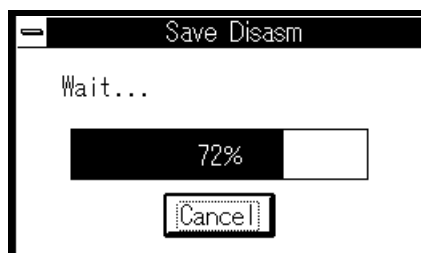

図 5-12 逆アセンブル結果保存中のダイアログ表示例
- OK ボタンをクリックすると、指定ファイルへ逆アセンブル結果の保存を開始します。保存中は、図 5-12のダイアログを表示します。保存が終了すれば、このダイアログは自動的に閉じます。
- 保存するメモリ範囲が広範囲の場合、保存するために大きなディスク容量と時間を必要とします。この場合、図 5-12のダイアログの Cancel ボタンをクリックすることにより、保存を中止できます。このとき途中までファイルが作成されます。